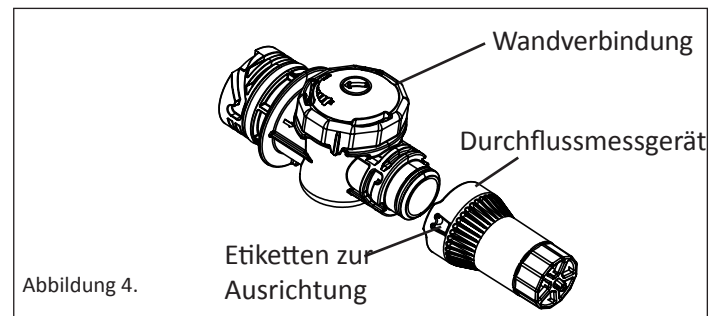

Abbildung 4.
1. Befestigen Sie das Durchflussmessgerät an der Wandverbindung, indem Sie die beiden Etiketten auf dem Durchflussmessgerät mit den Nuten in der Wandverbindung ausrichten. **Siehe Abbildung 4.** Drücken und drehen Sie das Durchflussmessgerät im Uhrzeigersinn bis zum Anschlag und ziehen Sie es dann leicht von der Wand weg. Vergewissern Sie sich, dass das Durchflussmessgerät sicher in seiner Position arretiert ist, indem Sie es gegen den Uhrzeigersinn drehen und dabei leicht nach außen ziehen. **Siehe Abbildung 5.**